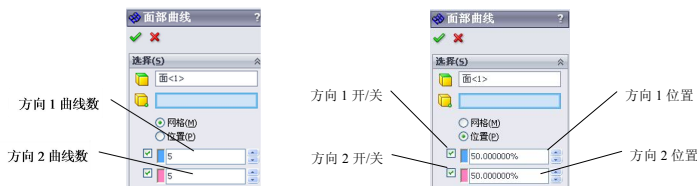

图 2-37 选中不同单选按钮后的属性设置
(3) 在【选择】选项组中, 可选中【网格】或【位置】两个单选按钮之一。
- 选中不同的单选按钮, 其属性设置如图 2-37 所示。